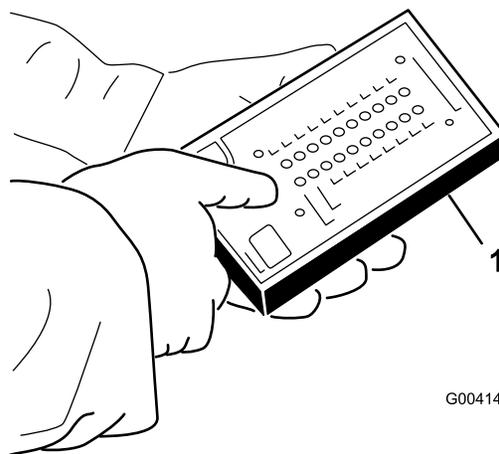

**Figura 48**
3. Localize os fios e os conectores junto ao controlador (Figura 48).